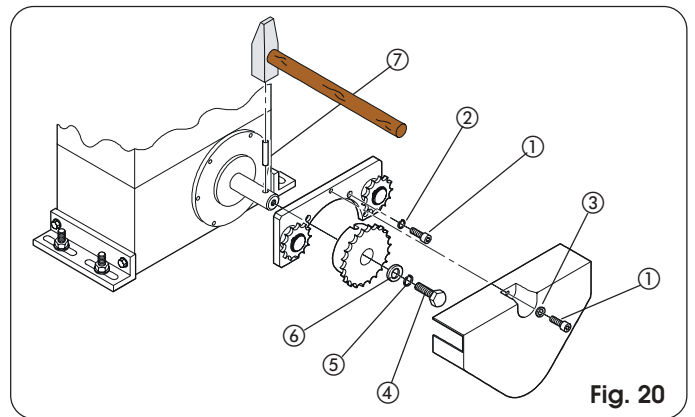
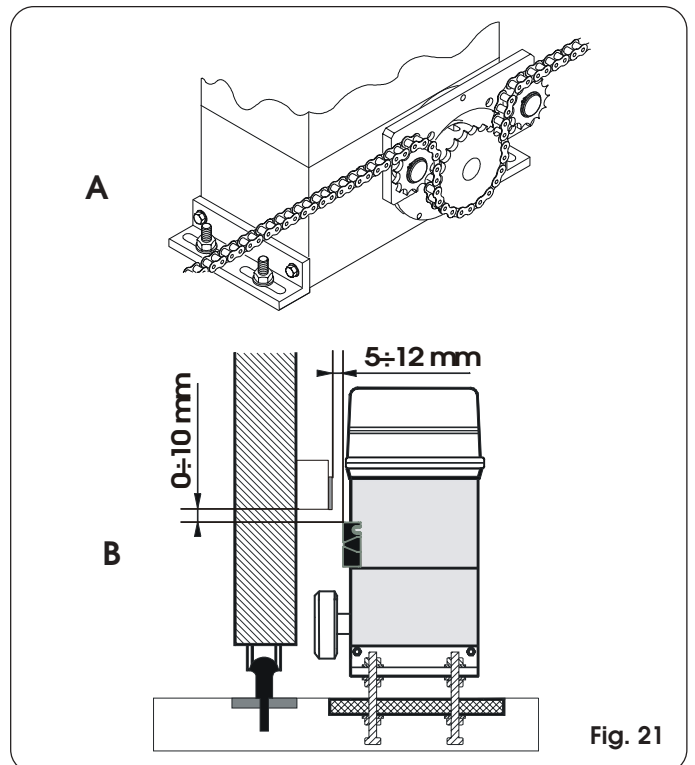

Fig. 20
Fig. 21
**4.5.2. MOD. 746 ER RF (Fig. 20 - 21)**
- 1) Introduire le goujon élastique ⑦ dans l'arbre en utilisant un marteau.
- 2) Appliquer sur la bride du motoréducteur la patte des renvois fous, en utilisant les quatre vis ① (M5 x 12) et les rondelles spécifiques ② présentes dans le kit de la Fig.20.
- 3) Appliquer le pignon à chaîne sur l'arbre en faisant coïncider les logements du pignon sur le goujon élastique et serrer la vis ④ et les rondelles spécifiques ⑤ et ⑥.
- 4) Passer la chaîne d'après la Fig.21 réf. A et monter le carter de protection avec la vis ① et la rondelle ③ d'après la Fig.20.
- 5) Pour les opérateurs dotés du fin de course MLS, prévoir les supports pour le positionnement des aimants fournis en respectant les cotes indiquées dans la fig. 21 réf.B.